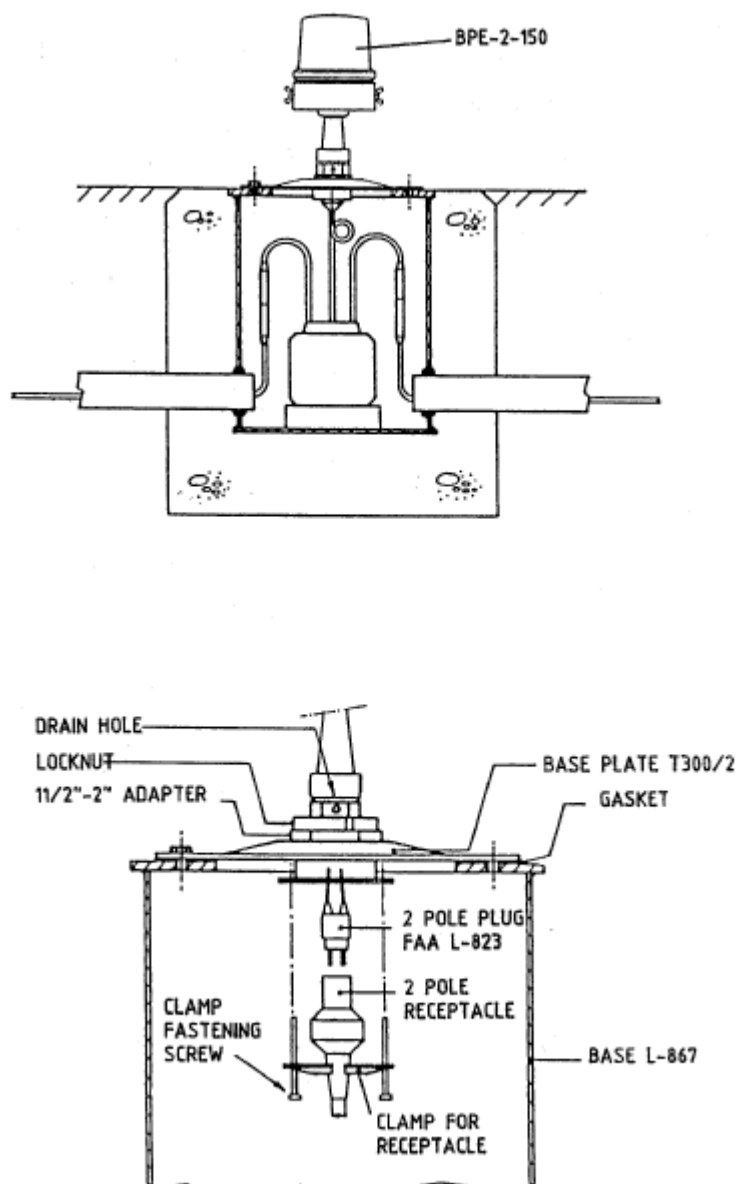

Fig. 9
- una base de acero profunda con el plato base T300/2(vea fig. 9) o,
5.6 INSTALACIÓN EN UNA BASE FAA L 867 (Fig. 9)